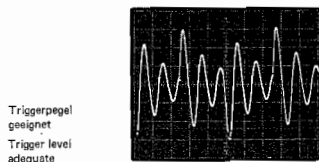

Abb. 14
Mit dem NIVEAU-Regler (6) kann der Triggereinsatz auf jeden Punkt des Meßsignals gelegt werden. Für eine stabile Triggerrung und damit ein stehendes Oszillogramm ist die Wahl des geeigneten Triggerniveaus sehr wichtig. Bei einem Meßsignal nach Abb. 14 ist z. B. der Triggereinsatz mit dem geringeren Niveau ungeeignet, da sich dieses Niveau unperiodisch (in ungleichen Zeitabständen) wiederholt und deshalb kein stehendes Oszillogramm ermöglicht.